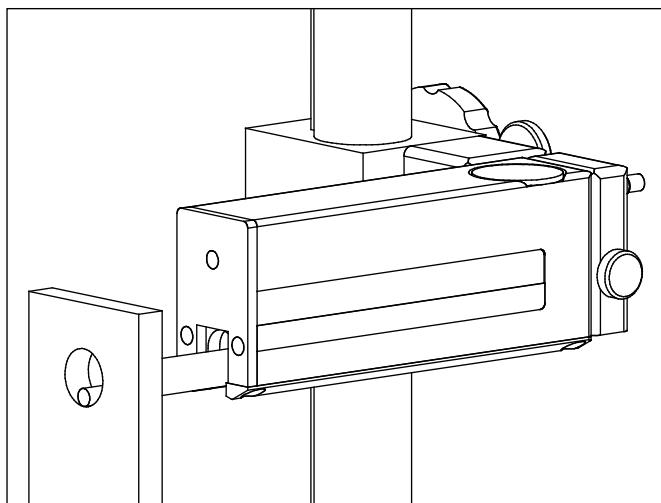

Fig. 8
Pour les diamètres très petits, il faut évtl. détacher le protecteur du palpeur (1) et mettre le relevage du palpeur hors service (*v. fig. 8*).